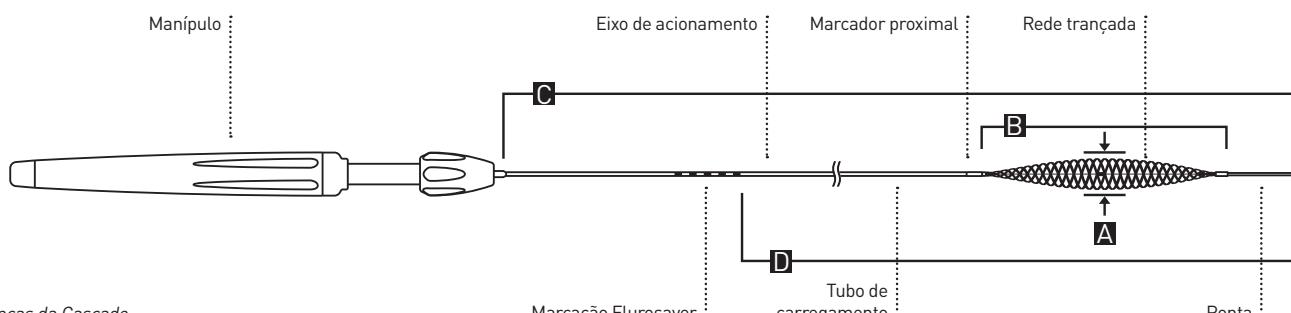

Figura 1 - Peças da Cascade
A Rede de Remodelação Não-Oclusiva Cascade é um dispositivo estéril, não-pirogénico e flexível que proporciona apoio mecânico durante a embolização do aneurisma intracraniano, impedindo que as molas formem hérmias no vaso principal e possibilitando o fluxo de sangue contínuo no vaso principal. O dispositivo foi concebido com uma rede trançada que pode ser ajustada ao diâmetro do vaso através do manípulo de acionamento (Figura 1). O manípulo de acionamento tem uma função de modo livre que permite realizar ajustes continuados, e um modo de bloqueio automático, que permite realizar ajustes em incrementos definidos. O dispositivo é introduzido e ativado sob visualização fluoroscópica e é compatível com cateteres e microcateteres com um diâmetro interno (DI) de 0,017 pol. (Cascade 17), 0,21 pol. (Cascade M, L, e modelos Agile), ou superior. Depois de colocada, a Cascade pode ser expandida em plena conformidade com a forma e o diâmetro do vaso principal, auxiliando no posicionamento do microcateter e na implantação da mola conforme necessário.